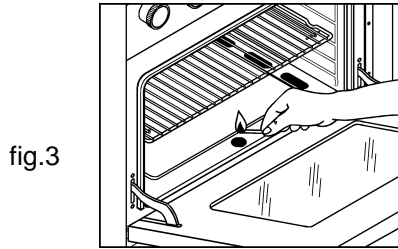

fig.3
- presione y gire la perilla del termostato "V" (con el símbolo ) colocándola en el máximo; manténgala presionada a fondo. En el caso de falta de energía eléctrica, acerque una llama al orificio central ubicado en el fondo del horno como se indica en la fig.3;